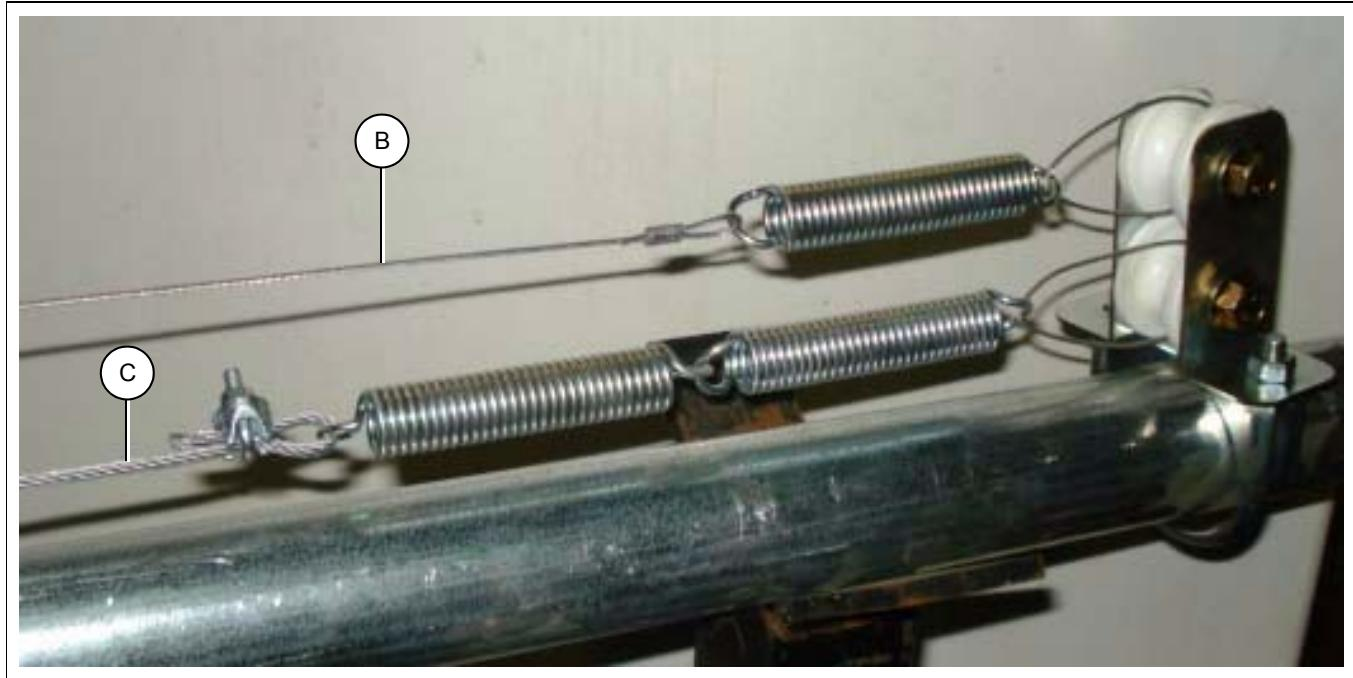

Рисунок 5W
3. Установите трос ворота (C) под проводом электрошокера (B), как показано на Рисунок 5W.